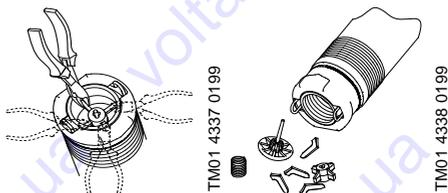

Fig. 7
1. Tagliare il supporto della sede valvola con una pinza tagliafilii o attrezzo similare, vedere fig. 7.